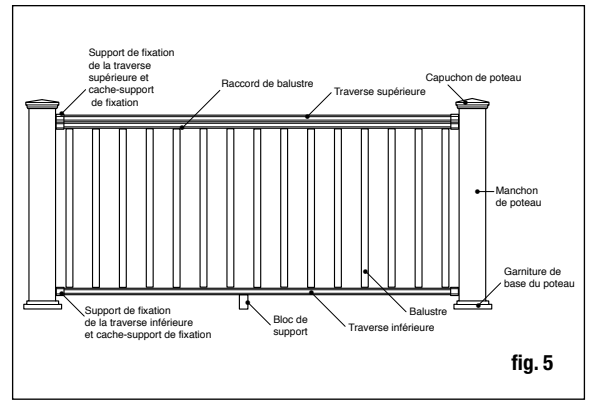

fig. 5
Étape 1 : Déterminez le nombre de poteaux de garde-corps nécessaires pour votre terrasse. L'espacement des poteaux est centre à centre de 1,8 m (6 pi) ou centre à centre de 2,4 m (8 pi), selon la longueur de traverse choisie. Exemple : Une terrasse de 12 x 16 pi fixée à un bâtiment comportant une ouverture d'accès de 4 pi d'un côté, nécessitera huit poteaux en tout (fig. 5)
Étape 5 : Taillez les manchons de poteaux à leur longueur. Les manchons de poteaux devraient être d'au moins 3,6 cm (1-1/2 po) plus long que la hauteur du garde-corps (fig. 5). Exemple : Pour un garde-corps de 91 cm (36 po) de haut, découpez le manchon du poteau à au moins 97 cm (38 1/2 po) ou plus long si un garde-corps plus haut est souhaité. Glissez un manchon de poteau taillé sur chaque poteau de garde-corps. Les manchons des poteaux devraient glisser facilement sur ceux-ci. NE FORCEZ PAS le manchon sur le poteau. Les poteaux vrillés ou tordus devraient être remplacés. Glissez une garniture de base de poteau (facultative) sur chaque manchon de poteau pour offrir un beau fini. *Remarque : Il est recommandé d'installer la garniture de base de poteau avant la traverse inférieure. Cependant, la conception à deux pièces permet à l'installateur d'ajouter la garniture de base de poteau après l'installation de la traverse. Pour installer, appliquez une fine couche d'adhésif clair de construction pour l'extérieur, à l'intérieur de la garniture du poteau, là où elle entrera en contact avec le manchon de poteau, puis insérez en place, autour de la base du manchon de poteau.*